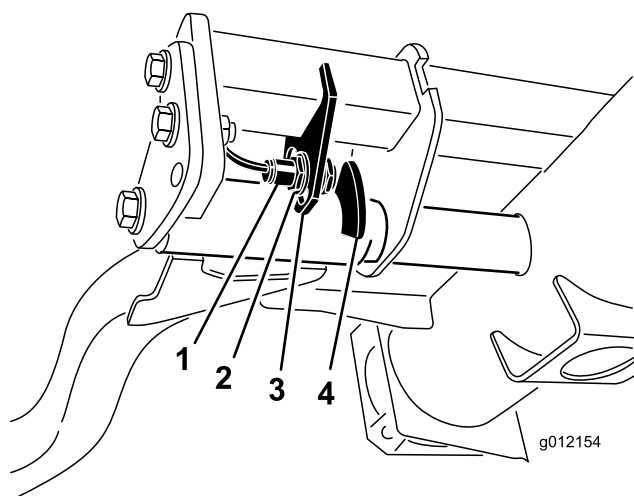

Figure 35
2. Le contacteur des bras de levage se trouve sous le réservoir hydraulique, derrière le bras de levage avant droit (Figure 35).
de levage ou montez-le pour réduire la hauteur du changement de direction (Figure 35).